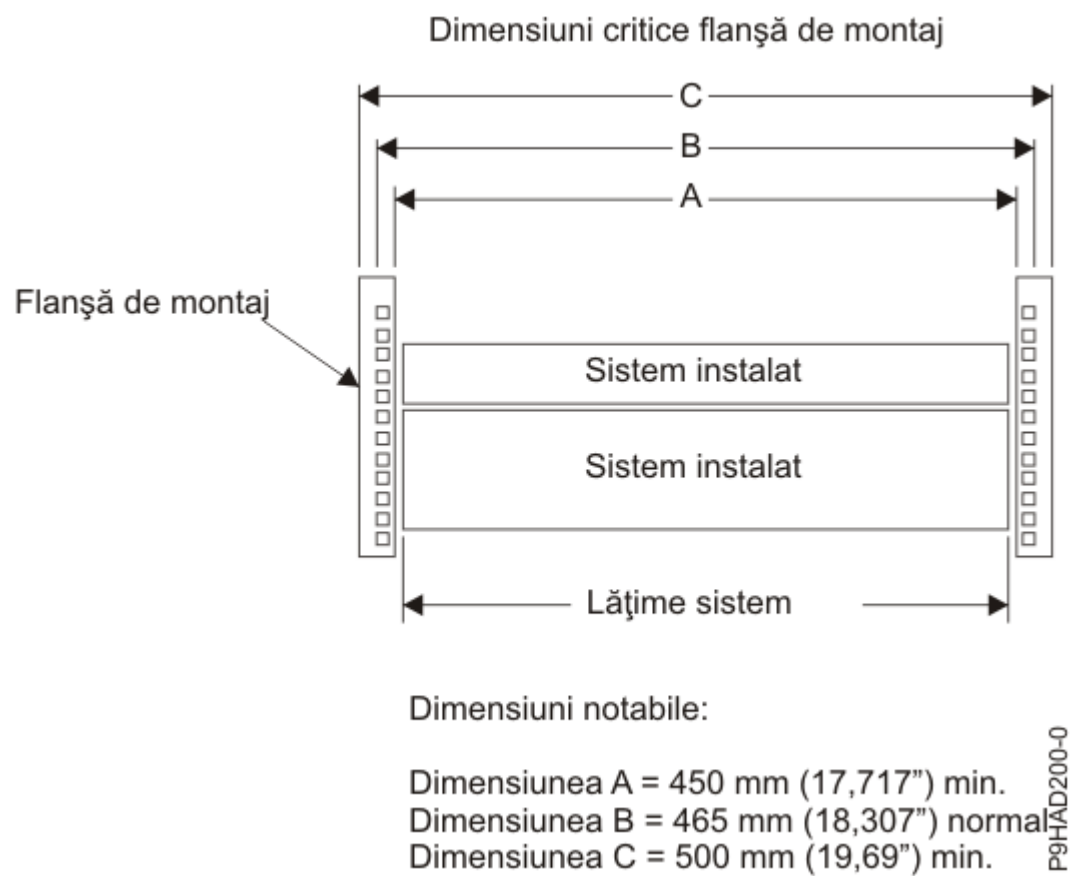

Figura 48. Dimensiuni de bordură de montare critice
- Deschiderea frontală a dulapului trebuie să fie de 535 mm (21,06 inch) lățime pentru dimensiunea C (lățimea între părțile exterioare ale bordurilor de montare, vedeți Figura 48 la pagina 87). Deschiderea din spate a dulapului trebuie să fie de 500 mm (19,69 inch) pentru dimensiunea C (lățimea dintre părțile exterioare ale flanșelor standard de montare).